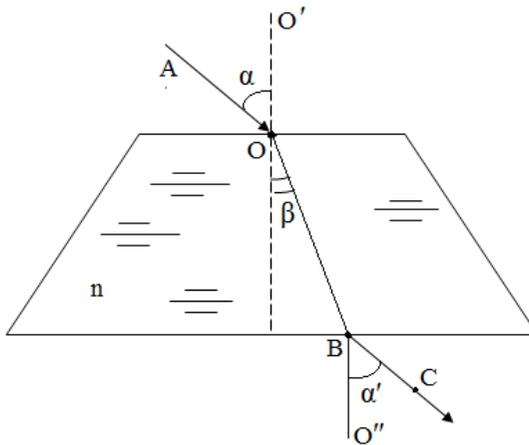

Рис. 1
5. Отметить две точки B и C на луче, выходящем из призмы (см. рис. 1). Соединить точки O и B .